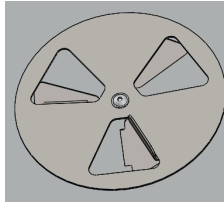

Bild 6. Blende des Deckels der Grillplatte
- Während der Arbeit des Gerätes erhitzt sich die Blende des Deckels der Grillplatte (Bild 6). Um Verbrennungen zu vermeiden, sollte das Öffnen / Schließen in Schutzhandschuhen erfolgen, die gegen hohe Temperatur beständig sind. Man sollte auch auf die heiße Luft Acht geben, die aus den Öffnungen des Deckels, insbesondere nach der Öffnung der Blende, herauskommen kann.